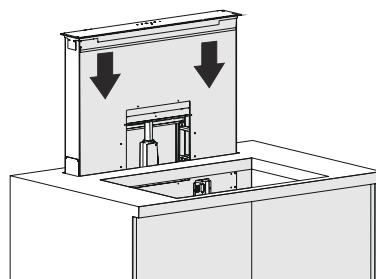

Fig. 14
- Placér nu emhætten forsigtigt ned i hullet der er skåret ud (Fig. 14).